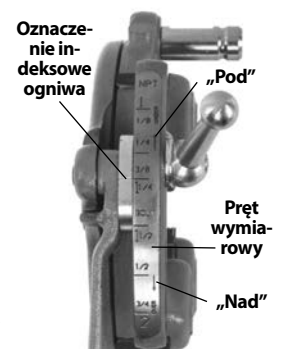

Rys. 8 – Wkładanie noży
4. Wyciągnąć wypust podkładki z gniazda w pręcie wymiarowym. Przesunąć podkładkę do końca gniazda (Rys. 8).
6. Włożyć w głowicę gwinciarzką odpowiednie noże krawędzią z numerami do góry, aż linia wskaźnikowa wyrówna się z krawędzią głowicy gwinciarzkiej (patrz Rys. 8). Numery na nożach muszą odpowiadać numerom na gniazdach noży w głowicy. Zawsze zmieniać noże całymi zestawami – nie wolno mieszać razem noży z różnych zestawów.